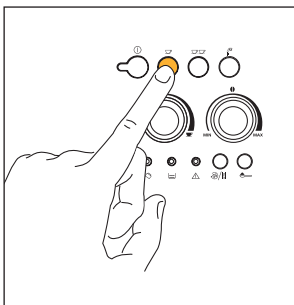
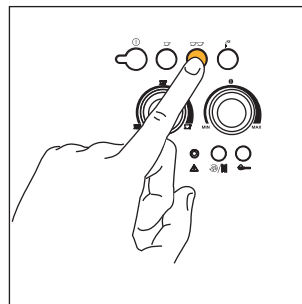

Fig. 12
Fig. 13
- 5) Tryck på knappen  (fig. 12) om du ska laga en kopp espresso eller på knappen  (fig. 13) om du ska laga 2 koppar. *Espressomaskinen mal nu bönorna, utför en kort för-infusion och matar sedan ut kaffet.*
ANM 4: Du kan när som helst avbryta utmatningen genom att trycka på den av knapparna  (fig. 12) och  (fig. 13) som du tidigare tryckte på.
ANM 5: Om du vill öka mängden kaffe i koppen när utmatningen är klar håller du den av knapparna  (fig. 12) och  (fig. 13) som du tidigare har tryckt på intryckt tills du erhåller önskad mängd (detta måste göras inom 3 sekunder efter det att kaffet har slutat matas ut).